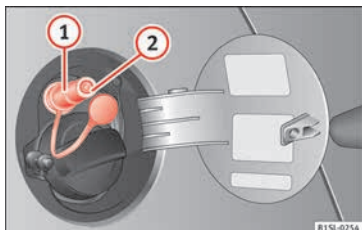

Fig. 166 Trappe à carburant ouverte : goulot de remplissage de gaz (1), serrure du goulot de remplissage (2).
- Enlevez le bouchon du goulot de remplissage de gaz » » **fig. 166** (1).